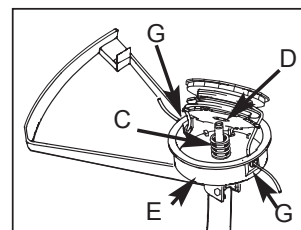

рис. 7E
7. Установите пружину (С) на шпиндель (D). Вставьте каждый конец лески через ушко (G) в корпус (E) (рис. 7E).
8. Опустите бобину в корпус (E), подавая леску через ушки (G). Убедитесь, что пружина села в бобину (рис. 7E).